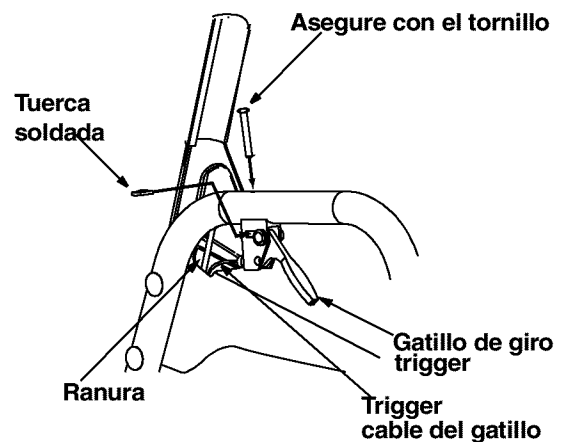

Figura 12
- Coloque en posición el gatillo de giro a la derecha debajo del mango derecho. Asegure con el tornillo y suelde la tuerca del Grupo H del conjunto de ferretería. Vea la Figura 12. Usted necesitará un destornillador phillips para ajustar el tornillo. Repetir el el otro lado.